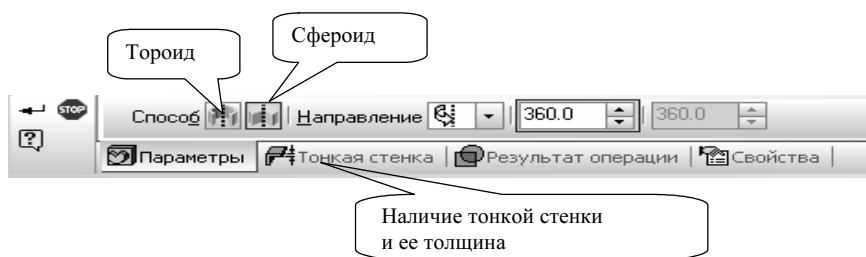

Рис. 27. Настройка свойств операции вращения
- наличие *тонкой стенки* и ее *толщину* (рис. 27).